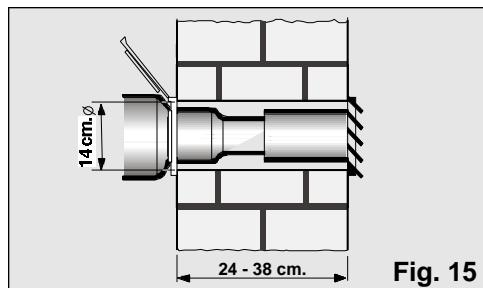

Fig. 15
□ Pour expulser l'air chaud à travers le mur, il faut pratiquer un orifice de 14 cm de diamètre dans celui-ci afin de placer la traversée, **Fig. 15**.